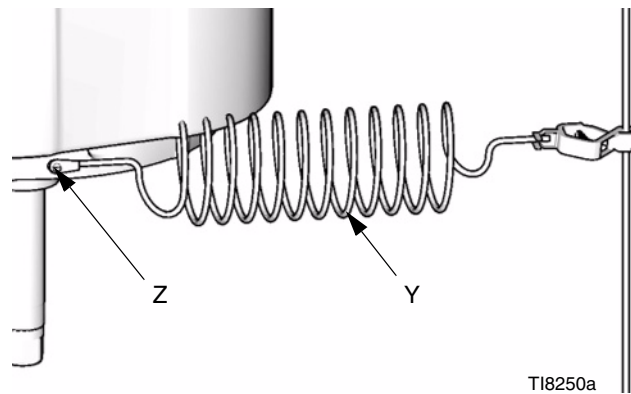

FIG. 1
Pompe : effectuer la mise à la terre au moyen d'un câble de mise à la terre et d'une pince. Desserrer la vis de mise à la terre (Z) du bas du moteur pneumatique. Mettre la boucle à l'extrémité du câble (Y) autour de la vis et resserrer la vis sur le moteur pneumatique. Raccorder la pince à une véritable prise de terre. Voir FIG. 1.